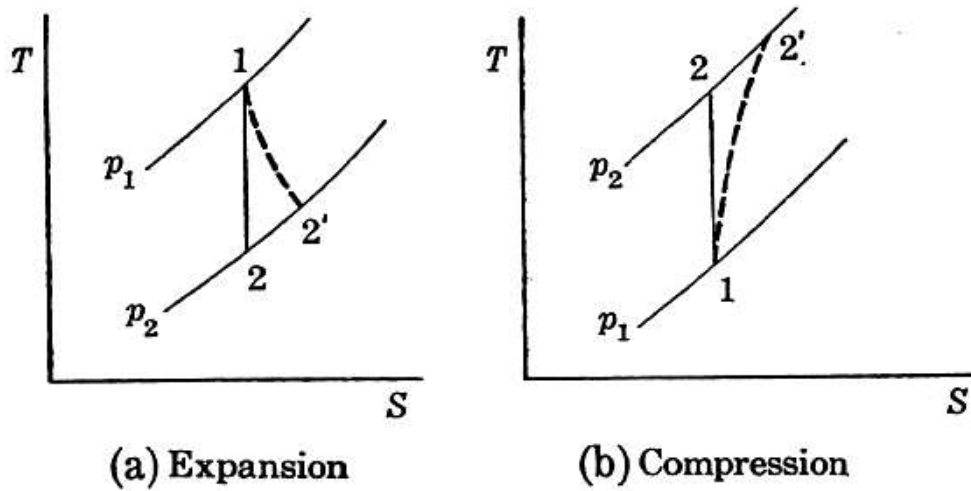

Figura 2.6 Proceso adiabáticos irreversibles (1 – 2') en el plano T-S.
- ➔ Ahora bien, para un gas ideal, el proceso de estrangulación, puede ser tan irreversible como uno adiabático puede serlo, ocurre a temperatura constante; representado por la evolución $(1 - B)$ en la Figura 2.6.-
➔ El punto 2' será el punto final real cuando el punto ideal final correspondiente sea 2 (véase Figura 2.6).